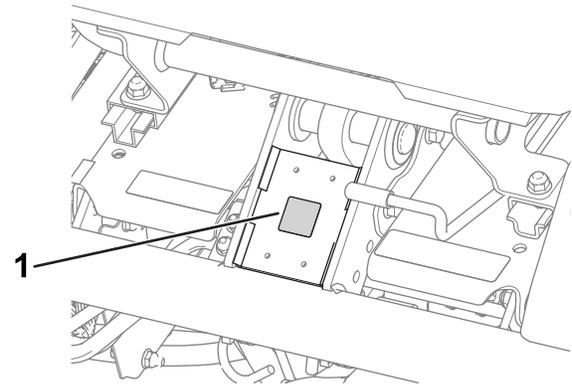

図 10
- CE マークデカルを、運転席前下のフレーム部分に貼りつける 図 10。